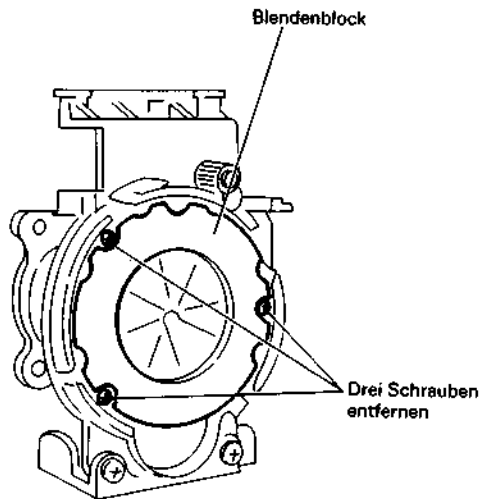

Abb. 2.120 Ausbau des Blendenblocks
5. Die drei (3) Befestigungsschrauben des Blendenblocks lösen und den Blendenblock abnehmen (siehe Abb. 2.120).